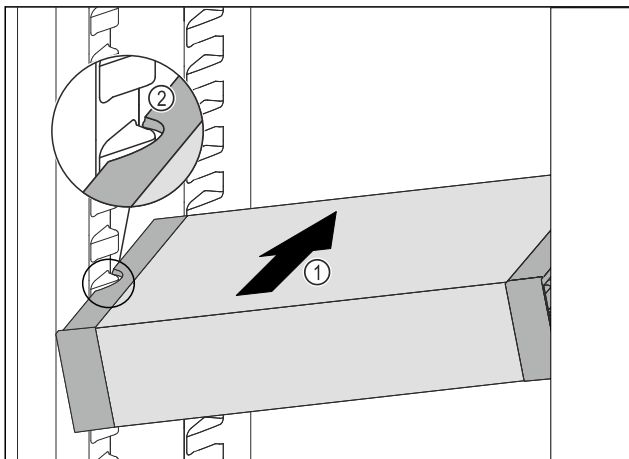

Fig. 114
- ▶ Inserire VarioSafe ad angolo nel vano frigorifero Fig. 114 (1), fino a quando le cavità laterali Fig. 114 (2) di VarioSafe non si trovano al livello della nervatura del contenitore nel vano frigorifero.